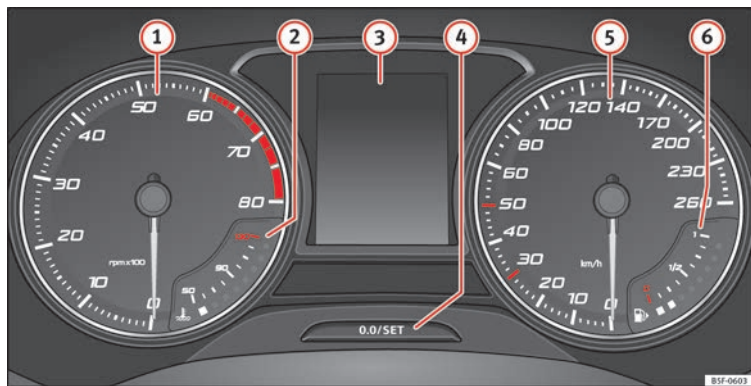

Fig. 113 Cuadro de instrumentos en el tablero de instrumentos.
El cuentarevoluciones muestra el régimen de revoluciones del motor por minuto » fig. 113 ①.
La aguja del cuentarevoluciones ① » fig. 113 sólo deberá alcanzar la zona roja durante un breve período de tiempo, de lo contrario corre el peligro de sufrir daños en el motor.
Al conectar el encendido, en la pantalla del cuadro de instrumentos » fig. 113 ③ puede visualizarse información diversa, en función del equipamiento del vehículo:
- Pulse brevemente el botón **» fig. 113 4** para restablecer el cuentalómetros parcial a 0.
- Para ajustar la hora, mantenga pulsado el botón **» fig. 113 4** durante más de 3 segundos para seleccionar el indicador de horas o bien de minutos.
Mantenga pulsado el botón **» fig. 113 4** durante más de 15 segundos para visualizar las letras distintivas del motor (MKB) del vehículo. Para ello, el encendido debe estar conectado y el motor apagado.
El indicador para la temperatura del líquido refrigerante **②** » **fig. 113** funciona sólo con el encendido conectado. Para evitar averías en el motor, tenga en cuenta las siguientes observaciones sobre los márgenes de temperatura.